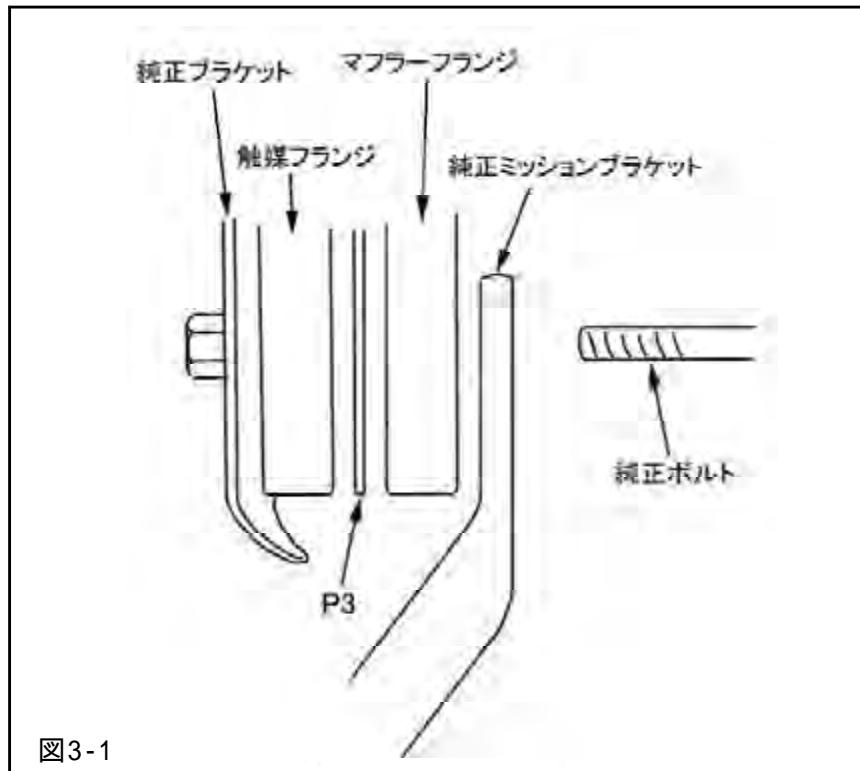

図3-1
- ・ミッションブラケットと触媒との取付けは、触媒フランジ側ではなく、マフラー側フランジ面に取付けます。(図3-1)